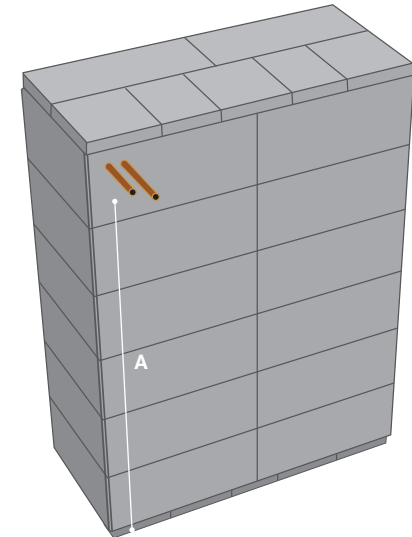

Figure 1
**A, B, C** = emplacement et dimensions des raccords de tuyauterie conformément à la figure 1